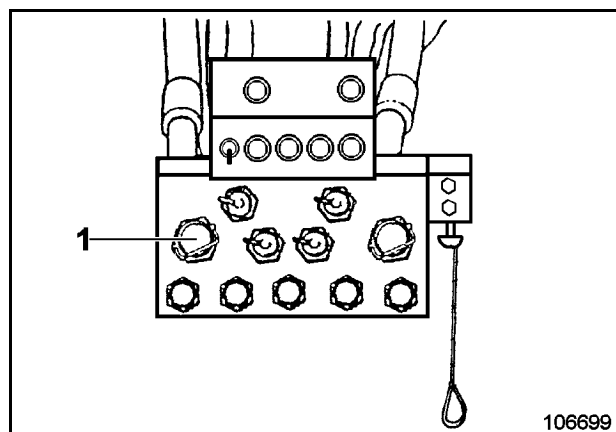

Fig. 3-37:
- Le remplissage en carburant des deux réservoirs carburant peut également être effectué à partir de la station-service (1, Fig. 3-37:).